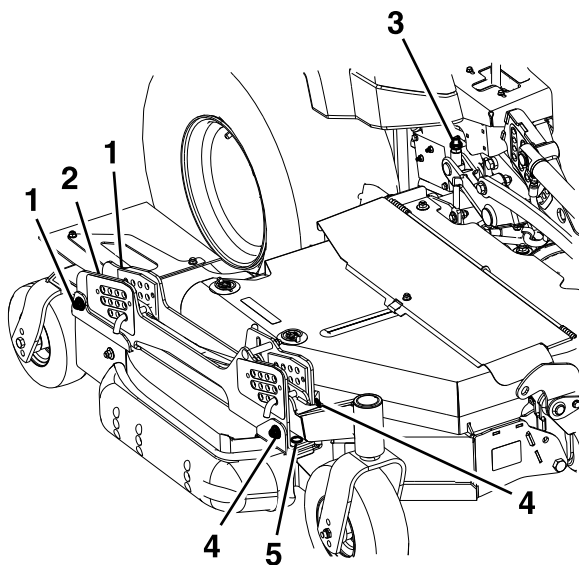

Figure 77
- Sur les tabliers latéraux gauche et droit, la hauteur de la lame peut s'ajuster grâce à des points de réglage avant et arrière. Pour régler la hauteur d'une lame latérale, commencez par desserrer les écrous de fixation des supports de hauteur de coupe avant et arrière. Il y a quatre emplacements (deux de chaque côté du profilé), comme montré à la Figure 77.
- Si le tablier est trop bas, serrez le boulon de réglage de hauteur avant (Figure 77) en tournant l'écrou inférieur dans le sens horaire.
- Si le tablier est trop haut, desserrez le boulon de réglage de hauteur avant (Figure 77) en tournant l'écrou inférieur dans le sens antihoraire. Ajustez précisément les dispositifs de réglage arrière au besoin.
Réglez la hauteur de la roue arrière (Figure 77) de sorte qu'elle touche légèrement le sol, avec une pression minimale.
4. Mesurez l'arrière des lames latérales. Si l'une ou l'autre présente une inclinaison de moins de 1,5 mm (1/16 po), élevez l'arrière du tablier en serrant les réglages arrière gauche et droit (Figure 77) jusqu'à ce que les quatre lames présentent une inclinaison minimale de 1,5 mm (1/16 po). Réglez les roues arrière latérales de sorte qu'elles touchent légèrement le sol, avec une pression minimale. Serrez les quatre emplacements de fixation des supports arrière (Figure 77).